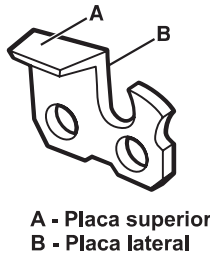

Fig. 17
2. Use una lima redonda con un diámetro 1,1 veces la profundidad del diente de corte. Asegúrese de que el 20% del diámetro de la lima está por encima de la placa superior (Fig. 17).